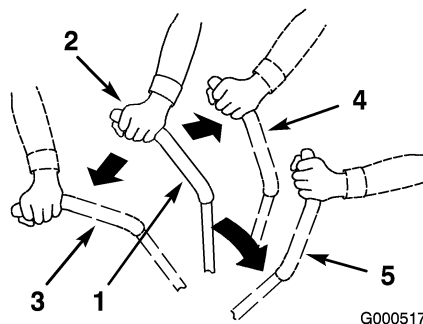

Bild 11
2. Schieben Sie für das Vorwärtsfahren die Fahrtriabshebel langsam vorwärts (Bild 11).
Wenden Sie zum Geradeausfahren auf beide Fahrtriabshebel denselben Druck an (Bild 11).
Verringern Sie zum Wenden den Druck auf den Fahrtriabshebel an der Seite, in deren Richtung Sie wenden möchten (Bild 11).
2. Ziehen Sie zum Rückwärtsfahren die Fahrtriabshebel langsam nach hinten (Bild 11).